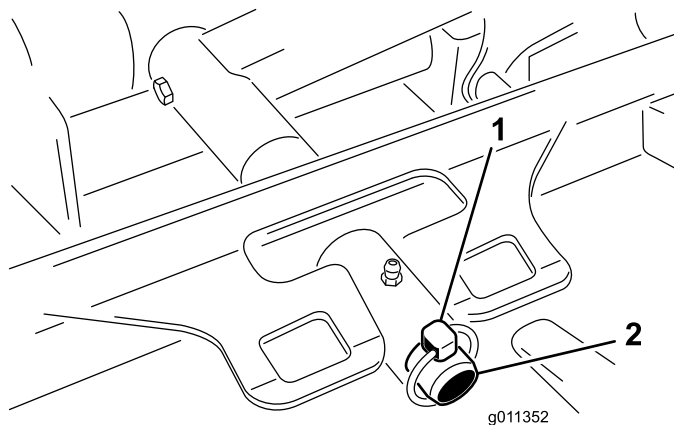

Рисунок 86
3. Снимите штифт с кольцом (на машинах Groundsmaster 4500) или крепежную гайку (на машинах Groundsmaster 4700), с помощью которых несущая рама режущего блока крепится к оси поворота подъемного рычага (Рисунок 86).
2. Наденьте несущую раму режущего блока на ось поворота подъемного рычага (Рисунок 86). Закрепите режущий блок на оси с помощью штифта с кольцом (на машинах Groundsmaster 4500) или крепежной гайки (на машинах Groundsmaster 4700).